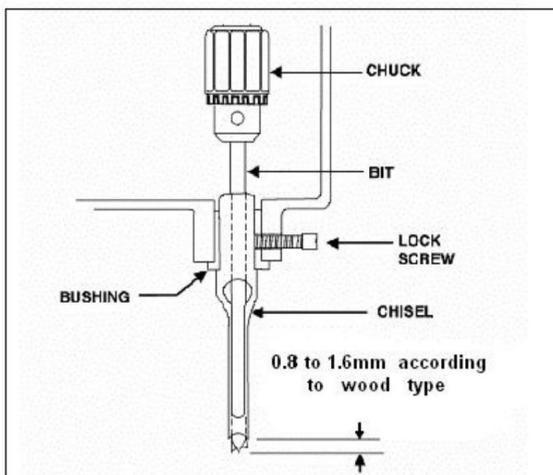

Figura 12
1. Afloje el tornillo de bloqueo, como se muestra en la Figura 12.